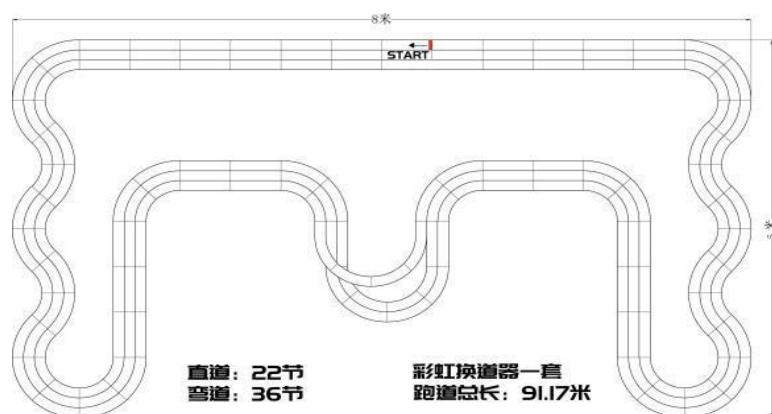

图4四驱车竞速赛场地示意图
2.3.2 竞赛场地（图4）：由三轨跑道片和“彩虹桥”换道器组成封闭跑道，跑道宽度115mm，隔板高度50mm。